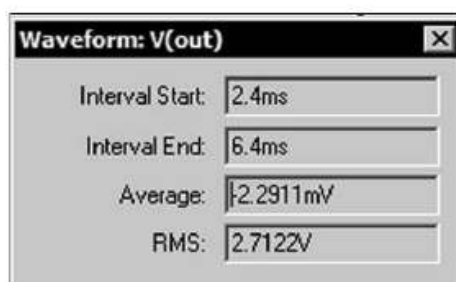

Figure 8.27
- Pour une ***simulation temporelle***, valeur moyenne et efficace, figure 8.27.